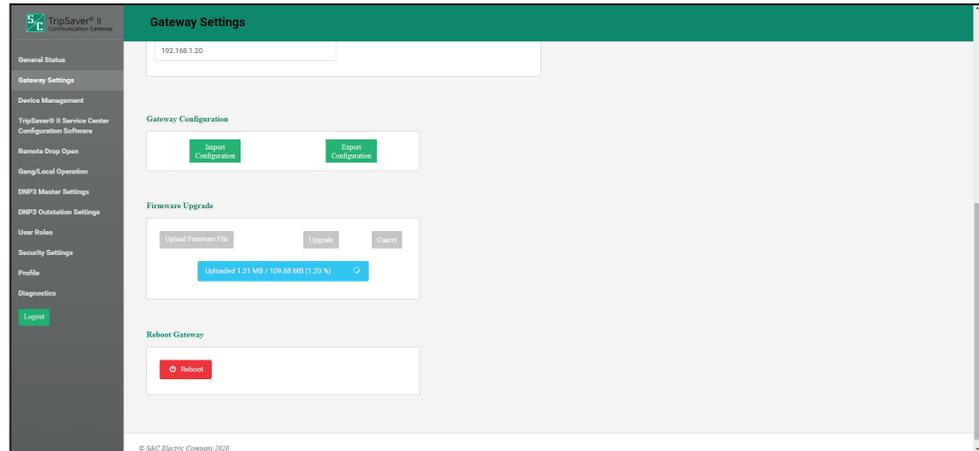

Figura 28. La barra de progreso de la Carga del Firmware.
PASO 4. El archivo se carga en el gateway de comunicaciones. Después de completar la descarga, el gateway confirmará que la carga fue exitosa. Vea la Figura 28 y 29.